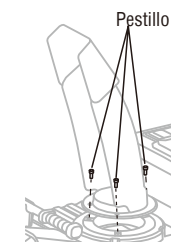

Fig. 3B
2. Fije la guía de descarga de nieve en la base con 3 pernos. (Fig.3B)